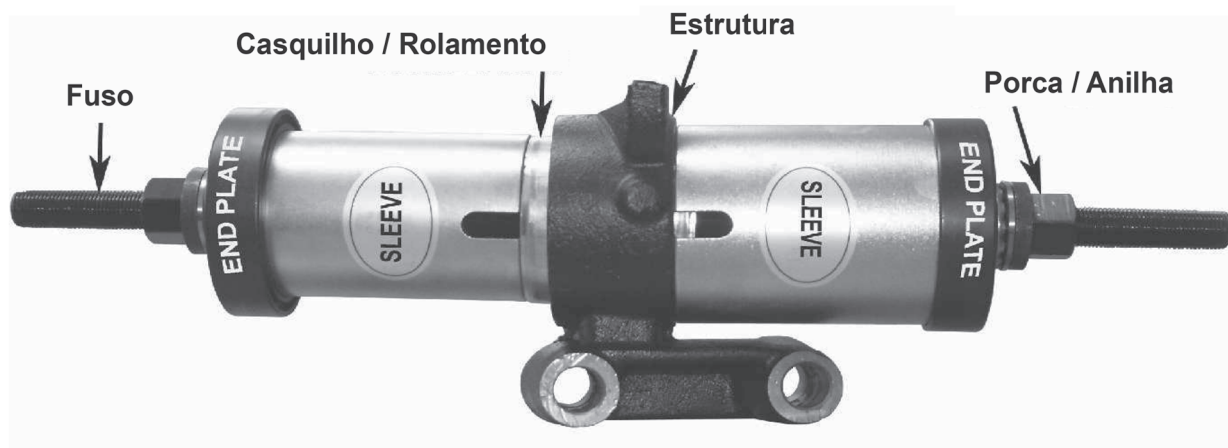

Fig. 5
Remoção rolamentos/casquilhos (Fig. 5)
Instalação rolamentos/casquilhos (Fig.5)
- Lubrifique sempre o fuso e faça a montagem como indicado no ponto 4.1 e como mostrado na fig.5, uma vez as mangas bem colocadas na estrutura e no anel exterior, aperte as porcas e verifique que as anilhas estão alinhadas nas placas laterais.